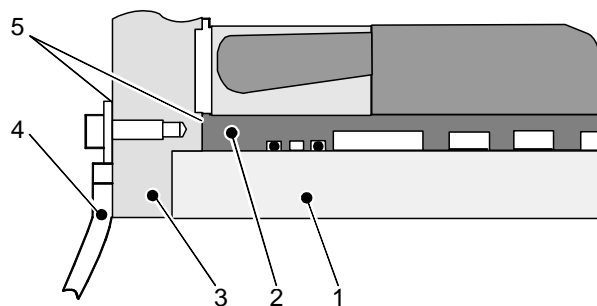

Fig. 26 Protective conductor connection (example)
- Beispiel für die Ausführung des Schutzleiteranschlusses nach Bild 26.